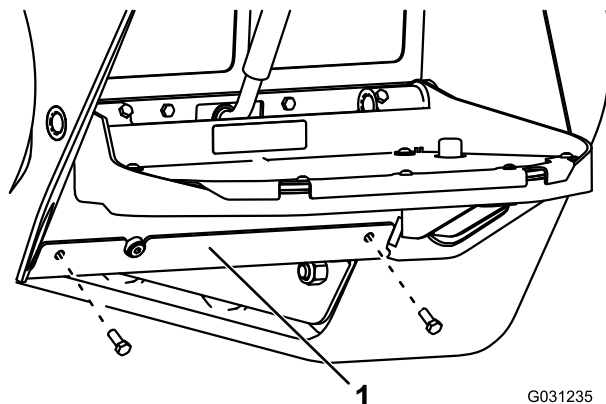

Figura 59
3. Retire los 2 pernos que sujetan la placa inferior, y retire la placa (Figura 59).
7. Instale la placa inferior (Figura 59).